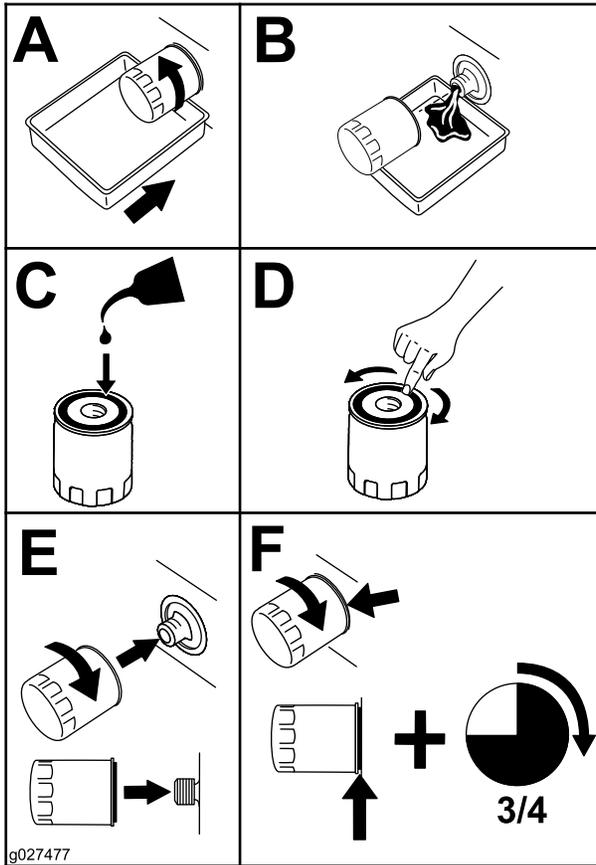

Bild 49
4. Wechseln Sie den Ölfilter wie in **Bild 49** gezeigt.